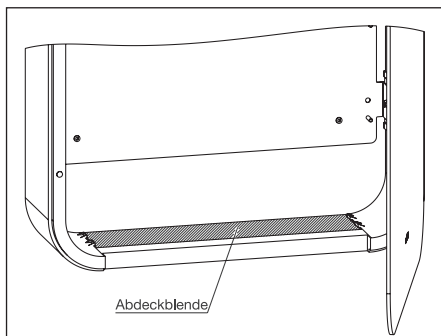

Abb. 4.11 Einbau Abdeckblende
- Abdeckblende innen im Korpus eindrücken, bis sie eingerastet ist und bündig mit der Außenkante des Korpus abschließt (siehe Abb. 4.11).